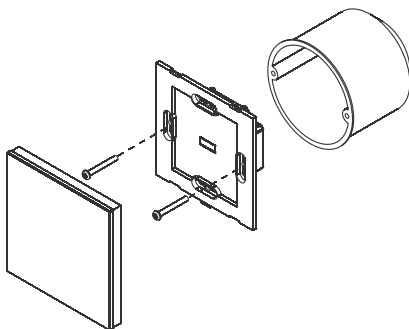

Рис. 2. Установка панели.
3.4. Зафиксируйте корпус панели в монтажной коробке (Рис. 2).